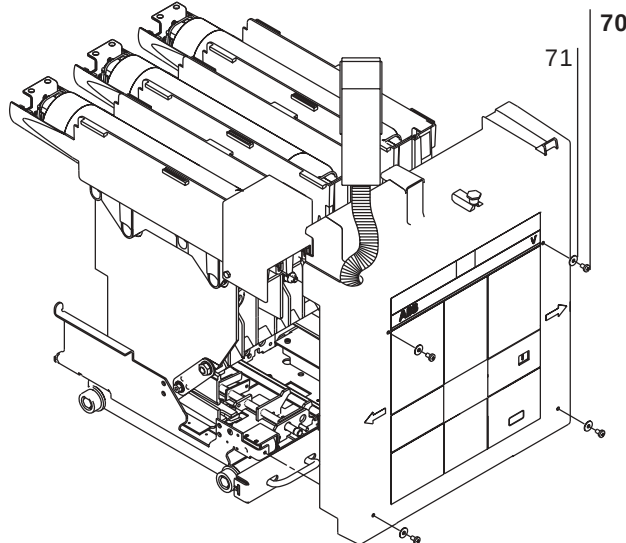
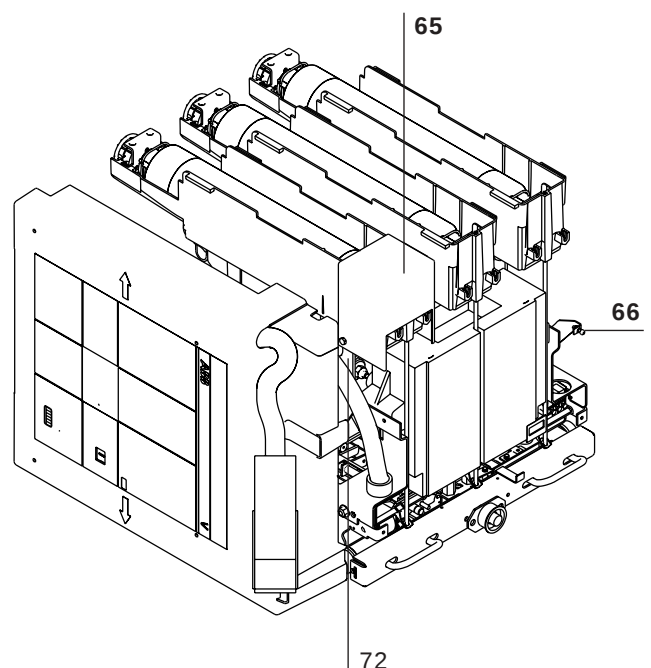
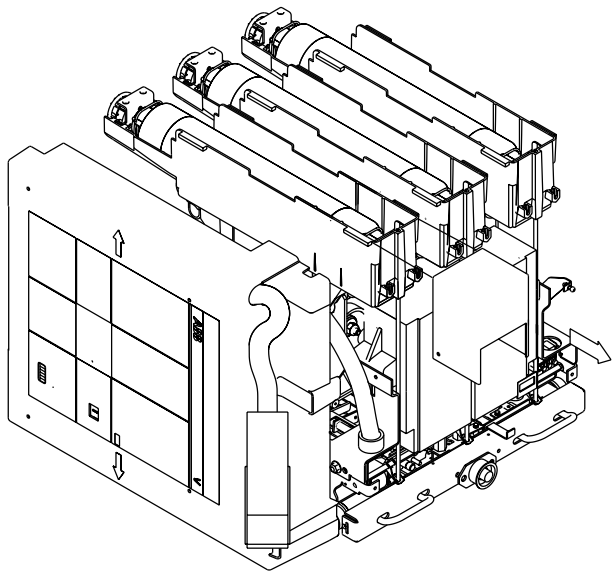

Fig. 54a
Fig. 54b
Fig. 54c
Svitare le quattro viti (70) di fissaggio dello schermo e le rispettive rosette DIN (71) (fig. 54a) e posizionare lo schermo come da fig. 54b. Svitare la vite (72) (fig. 54b) di fissaggio della protezione (65) (fig. 54b) ed abbassare circa un centimetro il tirante a cui è fissata la vite stessa. Sfilare la protezione a cuffia (65) (fig. 54c) e procedere alla sostituzione dei fusibili secondo le istruzioni riportate al par. 7.1.2.
Once the contactor is withdrawn from the switchboard, loosen the four screws fixing the shield (70) along with the relevant DIN washers (71) (fig. 54a) and position the shield as in fig. 54b. Then loosen the fixing screw (72) (fig. 54b) of protection (65) (fig. 54b) and lower the tie-rod the screw is fixed to by about 1 cm; finally remove the hood protection (65) (fig. 54c) and replace the fuses following the instructions in para. 7.1.2.